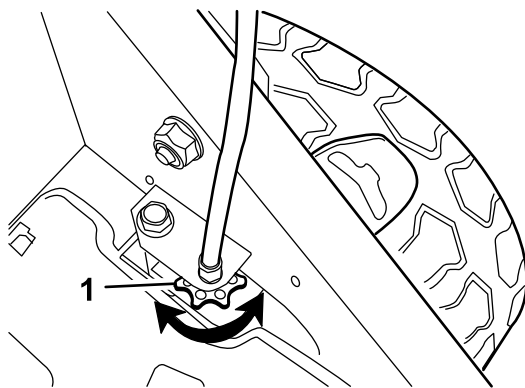

Figure 24
- Si les roues ne tournent pas quand vous engagez la barre de commande d'autopropulsion, la courroie de déplacement n'est pas assez tendue. Tournez une fois la molette de commande des roues (Figure 24) dans le sens horaire et répétez les opérations 4 à 6.